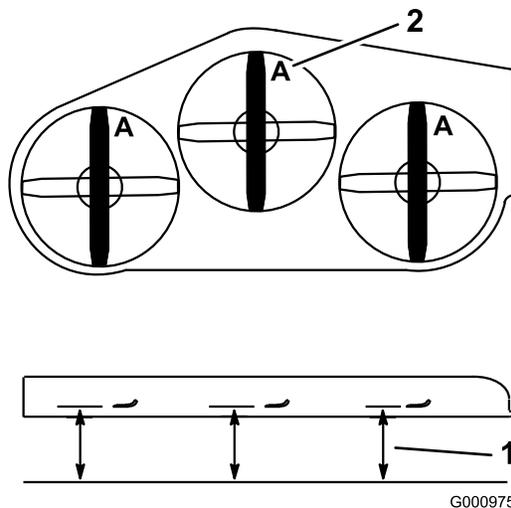

Figura 79
2. Mida desde una superficie nivelada hasta el filo de corte, posición A, de las cuchillas (Figura 79).